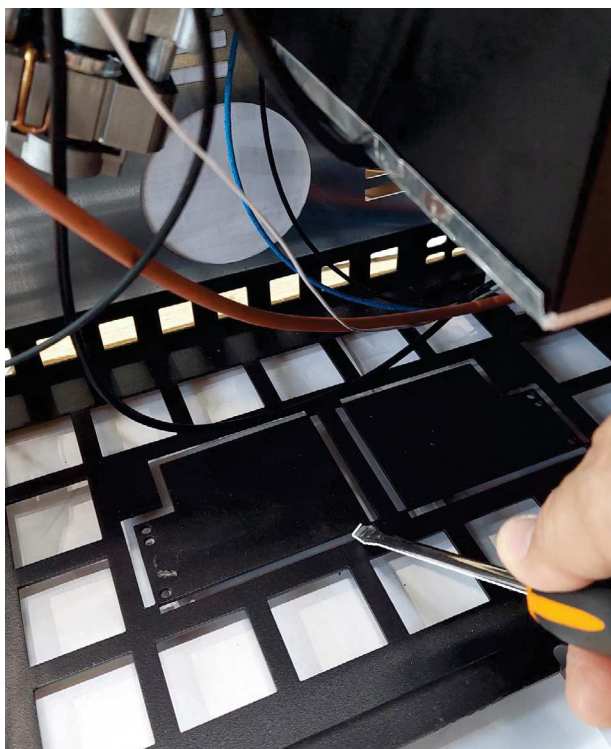
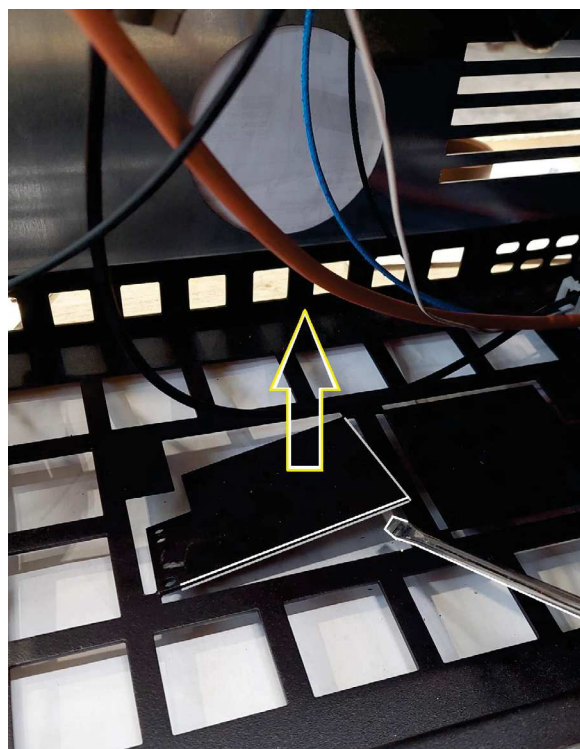

Fig. 44 -
Fig. 45 -
- Deux capuchons sont présents à la base du poêle ; à l'aide d'un tournevis plat, retirer les deux éléments comme indiqué dans Fig. 44 Fig. 45.